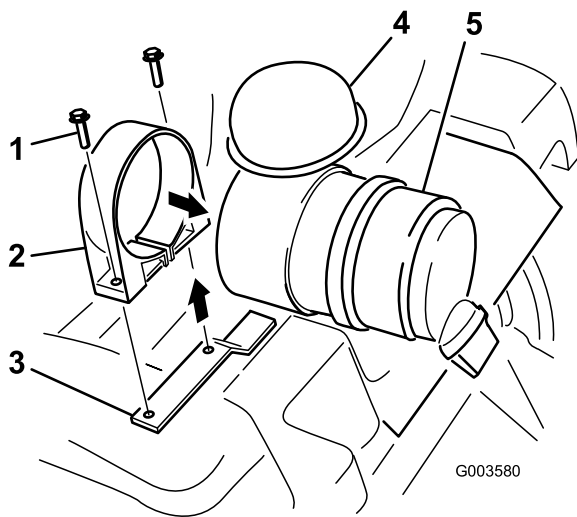

Bild 3
6. Öffnen Sie den Luftfilterriemen und ziehen Sie ihn über das Ende der Glocke, an dem Sie den Filter herausgenommen haben (**Bild 3**).